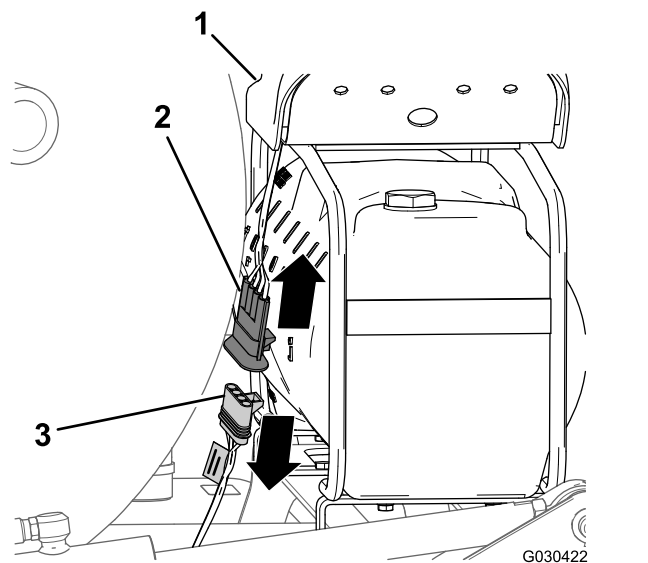

图 11
1. 在泡沫标记水箱的后部找到压缩机上的线束 图 11。
2. 从机器后线束的 4 插槽接头中断开压缩机线束的 4 针接头 图 11。